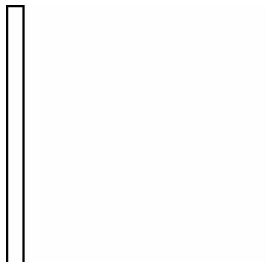

图 3-37 绘制直线
(2) 绘制长度为 750 的直线, 如图 3-37 所示。